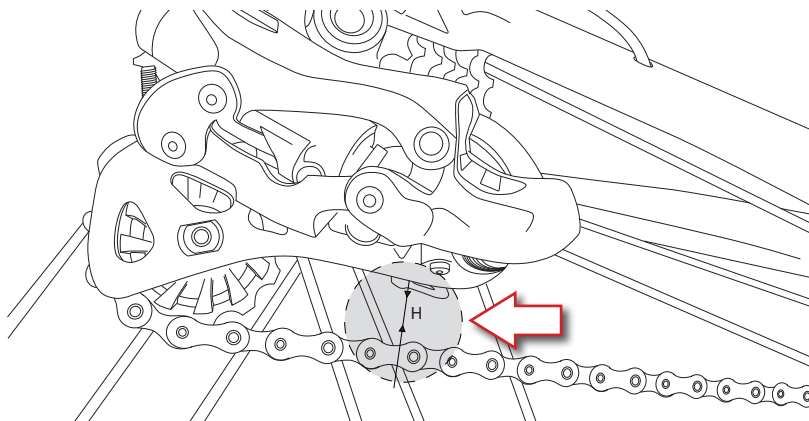

Fig.1
• Determinate la lunghezza corretta della catena posizionandola sul pignone e sull'ingranaggio più piccoli, verificando che la misura H (Fig. 1), distanza tra parte inferiore del bilanciere e parte superiore della catena, sia circa 10 - 15 mm.